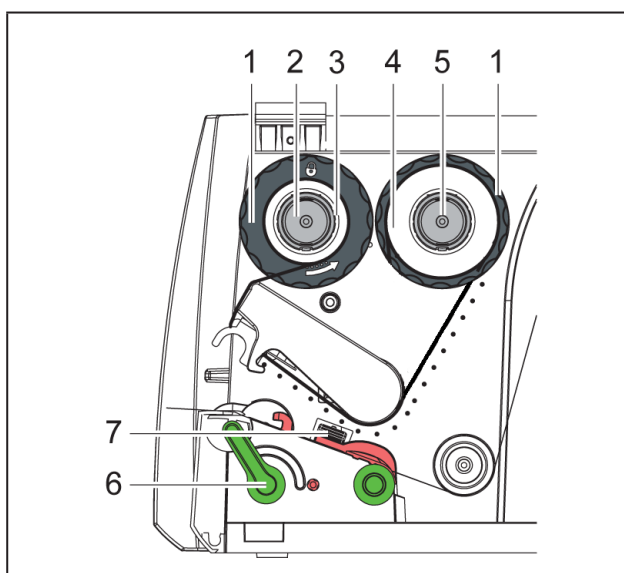

Figure 11 Défilement du ruban transfert
- 2 Tourner le levier (6) dans le sens contraire des aiguilles d'une montre pour déverrouiller la tête d'impression.
- 3 Régler le flasque de positionnement (1) du dérouleur (5) d'après la largeur du ruban (Figure 11):
- Maintenir l'axe du dérouleur et déverrouiller le flasque de positionnement (1) en tournant dans le sens A.
- Déplacer le flasque de positionnement (1) vers la direction B et le régler sur la largeur du ruban à l'aide de la graduation.
- Maintenir l'axe du dérouleur et verrouiller le flasque de positionnement (1) en tournant dans le sens C.